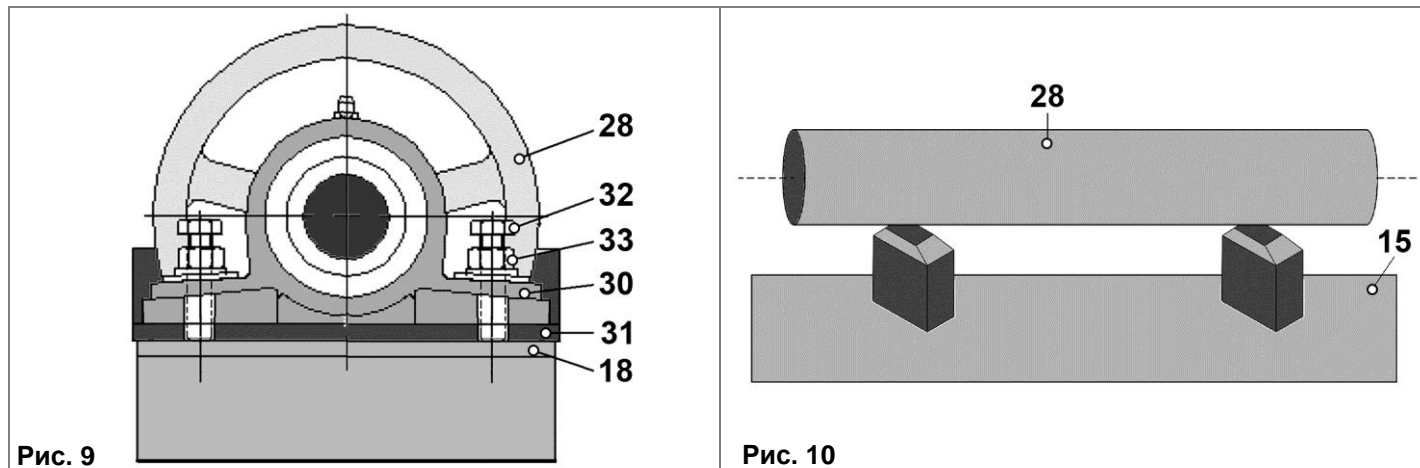

Рис. 9
Примечание: если регулировку барабанов (28) производится без установленной шлифовальной ленты, необходимо учитывать разницу толщин шлифовальных лент на переднем и заднем барабанах, Рис.9.
10.2.4. Для регулировки положения барабана (28) необходимо ослабить положение болтов (29) и гаек (33). Положение барабанов (28) регулируется болтами (32). Корпус подшипника (30) закреплён (прикручен) на уголке (31). При закручивании болт (32) упирается в полку корпуса шлифовального станка (18), приподнимает шлифовальный барабан (28). Положение барабанов (28) необходимо фиксировать гайками (33) и надёжно закреплять болтами (32).